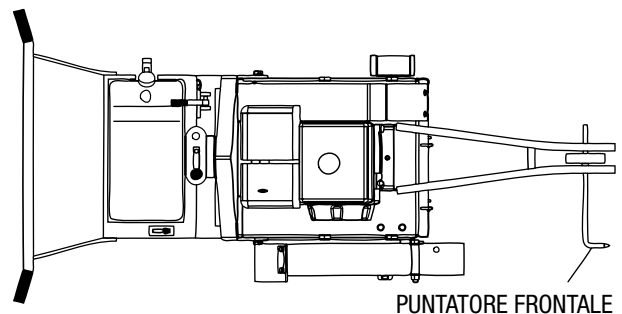

Figura 42. Puntatore della sega
- La sega SP2 impiega un puntatore anteriore (figura 42) che è stato correttamente allineato con la lama diamantata dalla fabbrica. Guardando la figura riportata di seguito, si può notare che un accurato allineamento è ottenuto portando la punta del puntatore frontale sulla linea di taglio. La direzione precisa della sega viene ottenuta da una leggera pressione dell'operatore esercitata sui manubri.